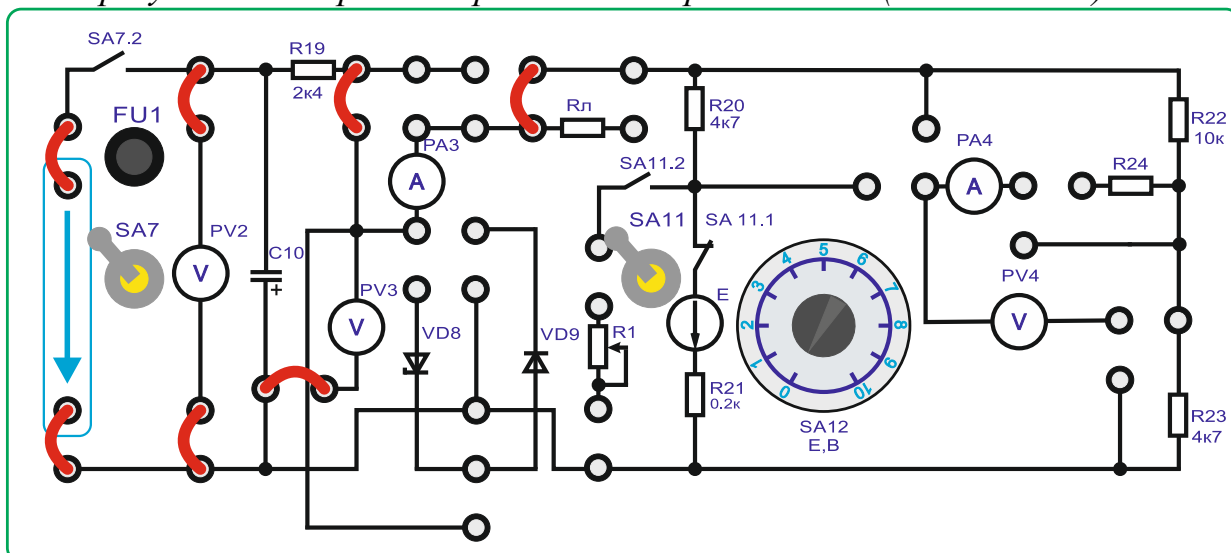

Рисунок 3.4
1. Зібрати схему, представлену рисунок 3.4. В якості невідомого опору будуть використані резистори  $R_{22}+R_{23}$ .